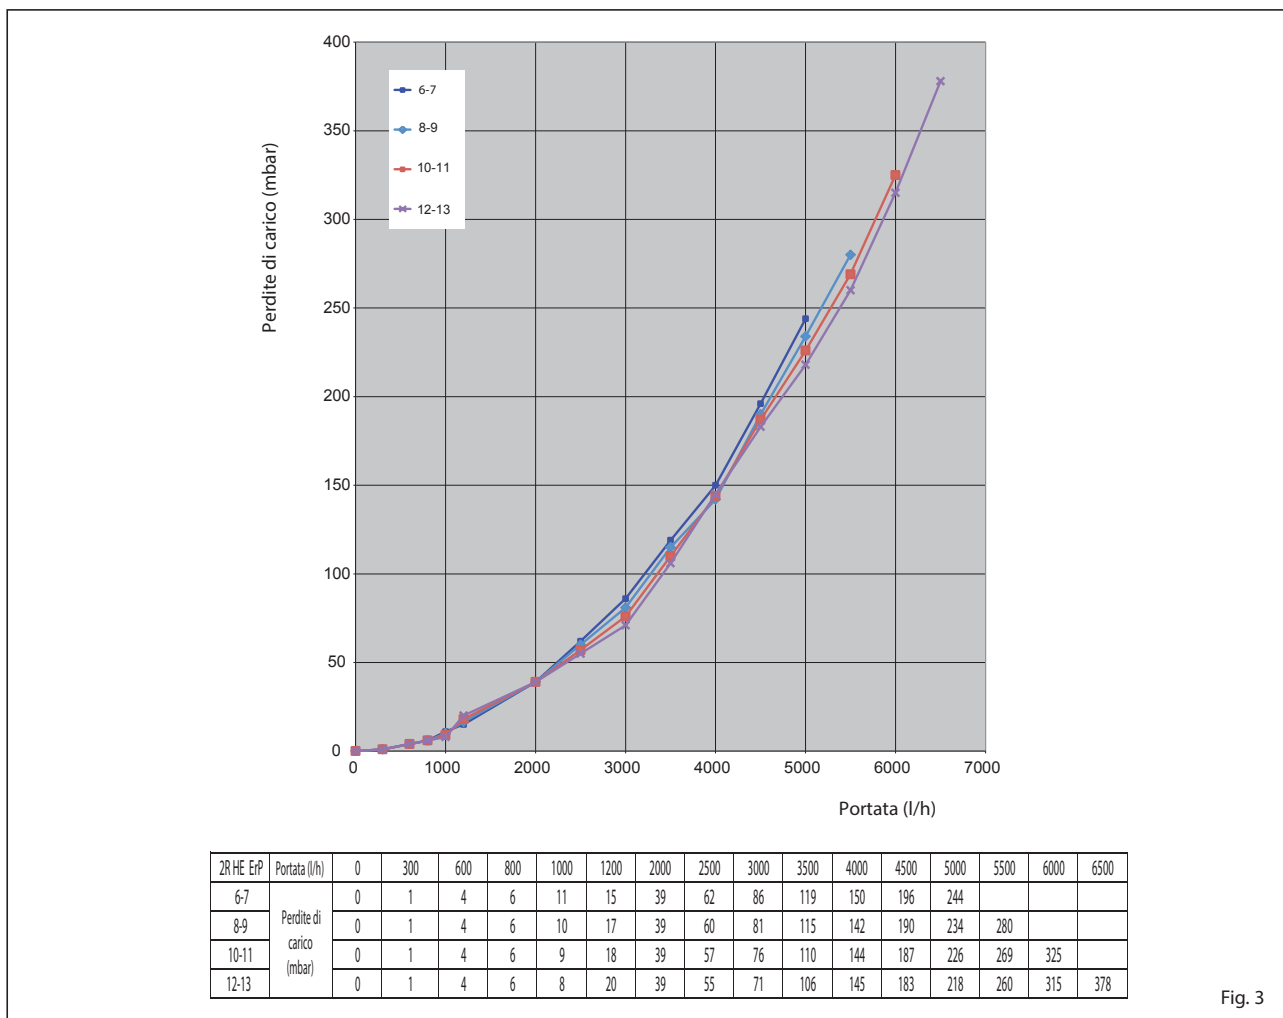

Fig. 3
1.4 TAB AF BOILER LOAD (fig.3)